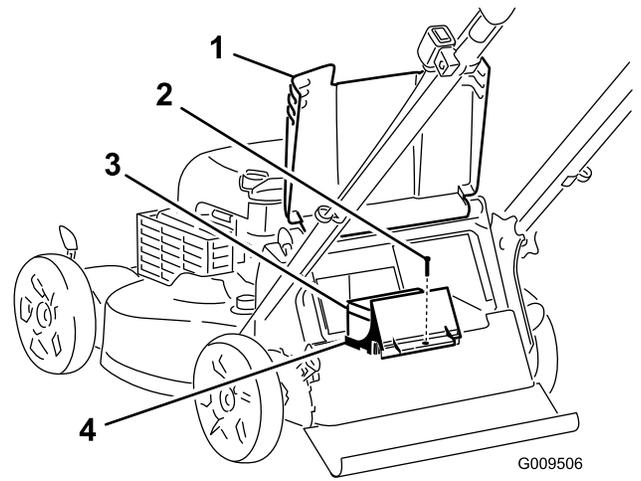
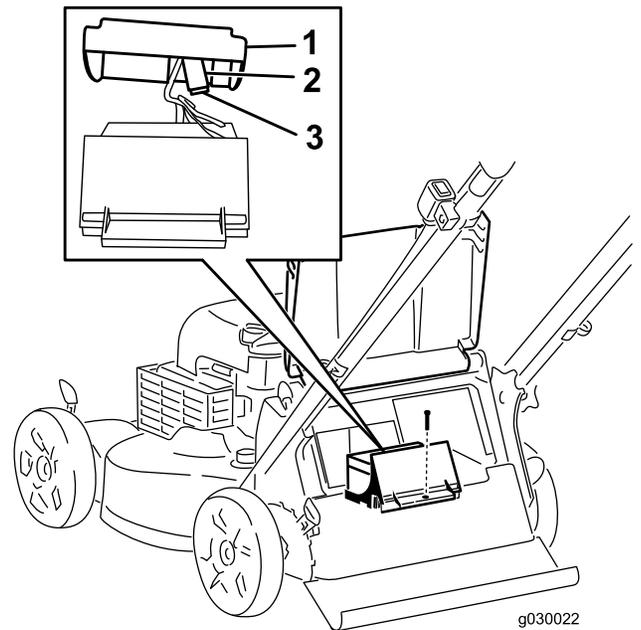

Figura 31
Figura 32
- Eleve el deflector trasero y localice el compartimiento de la batería (Figura 31).
- Retire el tornillo que sujeta el compartimiento de la batería, retire la batería y localice el fusible (Figura 31 y Figura 32).
- Cambie el fusible del portafusibles (Figura 32).